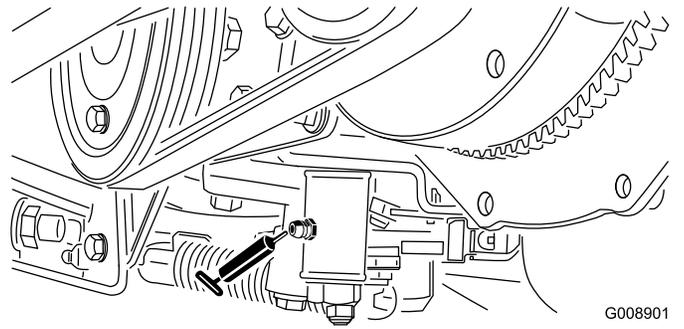

Figure 36
- Mécanisme de réglage du point mort (Figure 36)